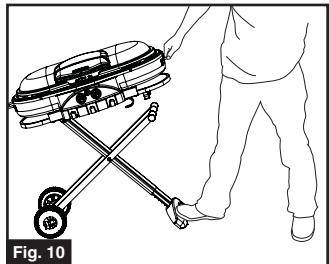

Fig. 10
- Continúe halando la parrilla hacia usted hasta que el estante quede completamente extendido. (Fig. 10)